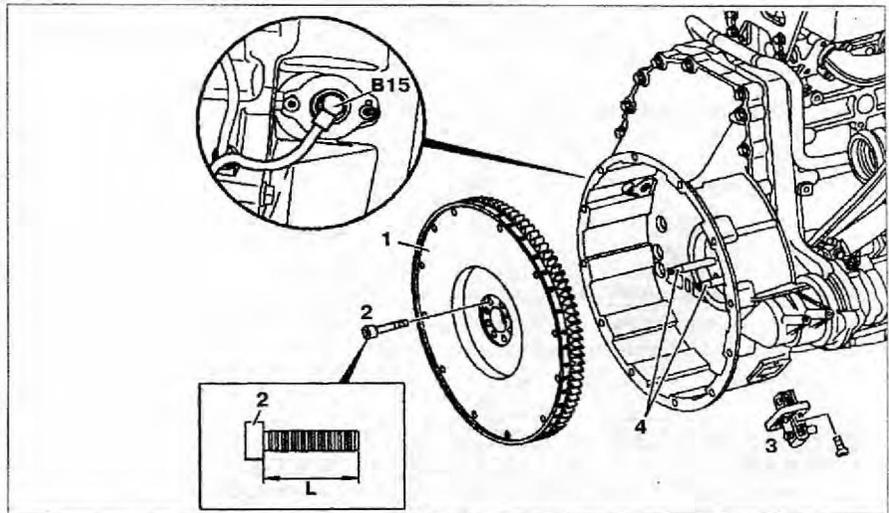

Рис. 3.22. Маховик:
2. Извлеките датчик положения коленчатого вала **В15** из крышки ГРМ на 8 мм (рис. 3.22).